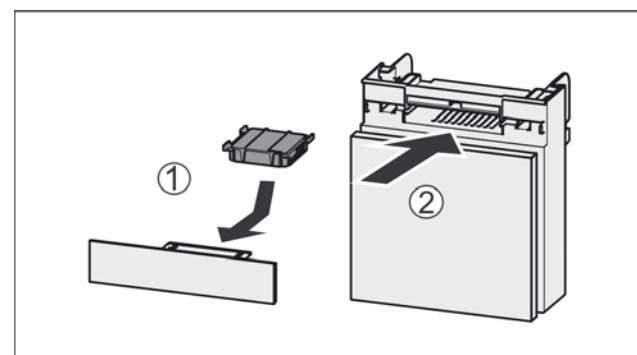

Fig. 100
- Установите фильтр с активированным углем, как показано на рисунке Fig. 100 (1).
► Вставьте отделение Fig. 100 (2).